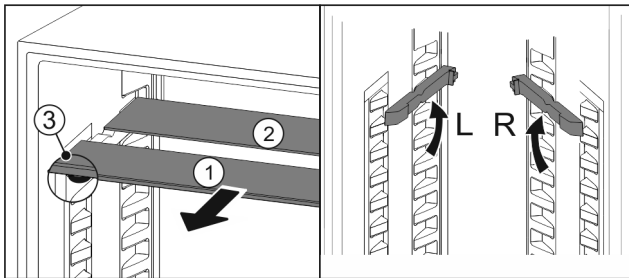

Fig. 129
- Glasplatten einzeln nach vorne herausziehen Fig. 129 (1).
- Glasplatte Fig. 129 (1) mit Zierleiste liegt vorne.
- Stopps Fig. 129 (3) zeigen nach unten.